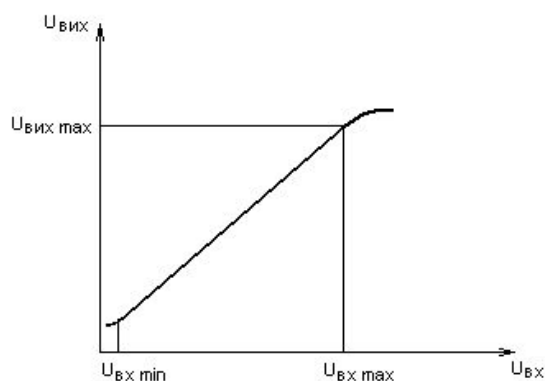

Рис.3.4 – Амплітудна характеристика підсилювача: $U_{вих}(U_{вх})$
5. **Виміряти амплітудну характеристику підсилювача.** Амплітудна характеристика підсилювача зображена на рис.3.4 і являє собою залежність напруги на виході підсилювача від напруги на вході підсилювача: $U_{вих}(U_{вх})$.
Як видно з рис.3.4, по мірі збільшення $U_{вх}$, відбувається лінійне зростання $U_{вих}$. Ця залежність описується формулою $U_{вих} = K_u * U_{вх}$, де K_u – коефіцієнт підсилення за напругою. Така залежність спостерігається до моменту досягнення входною напругою певного